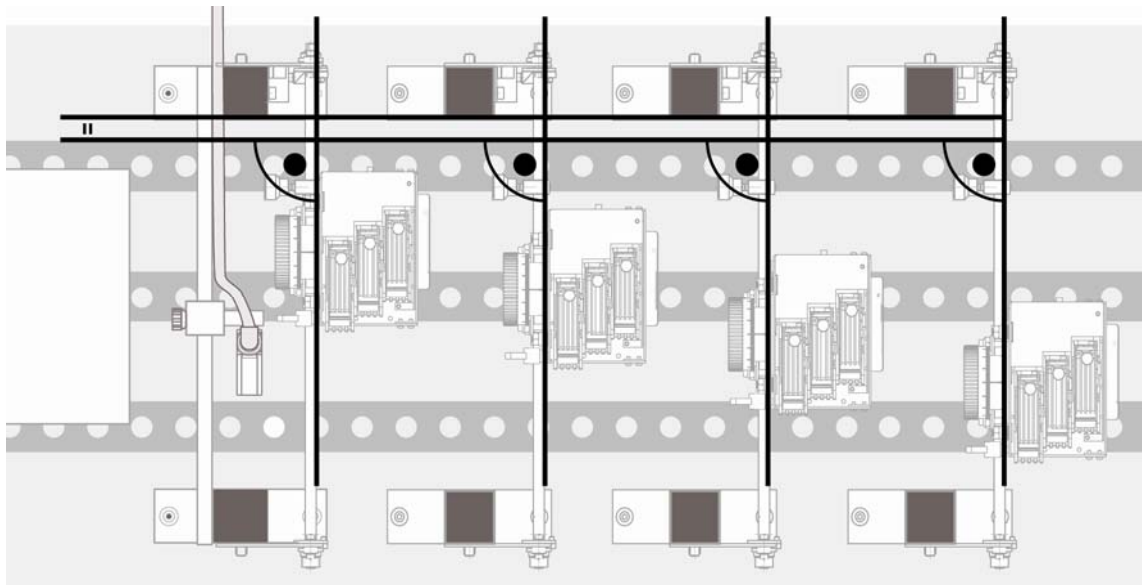

Abbildung 8: Ausrichtung der Druckeinheiten am Transportsystem
- Jede Druckeinheit muss genau parallel zum Produkt positioniert werden, das unter der Druckeinheit verläuft (siehe Abbildung 8).
- Jede Druckeinheit muss genau im rechten Winkel zur Transportrichtung des Bands positioniert werden (siehe Abbildung 8).